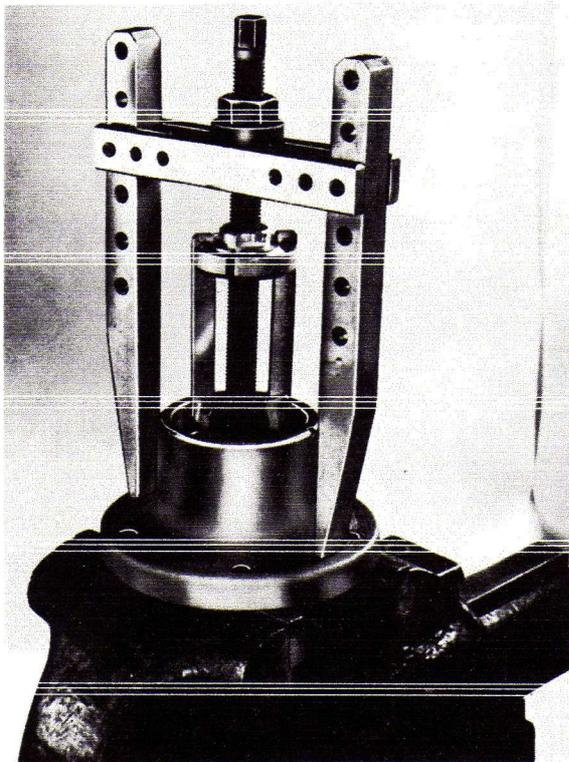

Fig. 1
- 2° Extraire la cuvette de roulement intérieur (fig. 1).